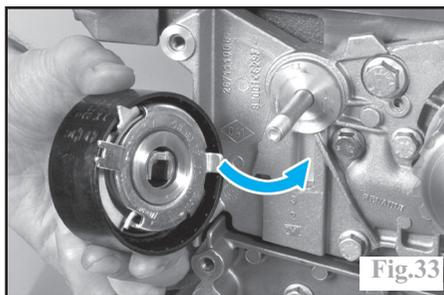

Fig.33
- le galet tendeur neuf, en veillant à engager son ergot dans la rainure réalisée sur le corps de la pompe à eau (Fig.33).